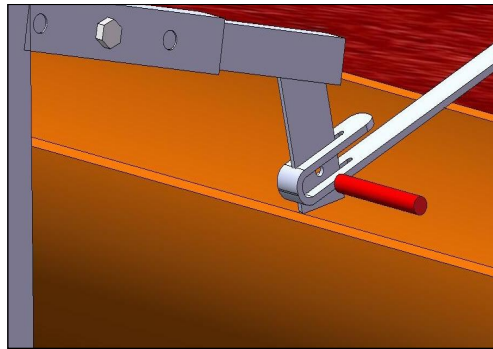

fig.5
- Installare il montante agganciandolo sulla staffa ed inserire nell'apposito foro la spina anti sfilamento di sicurezza in dotazione (fig. 5 a pag. 9);